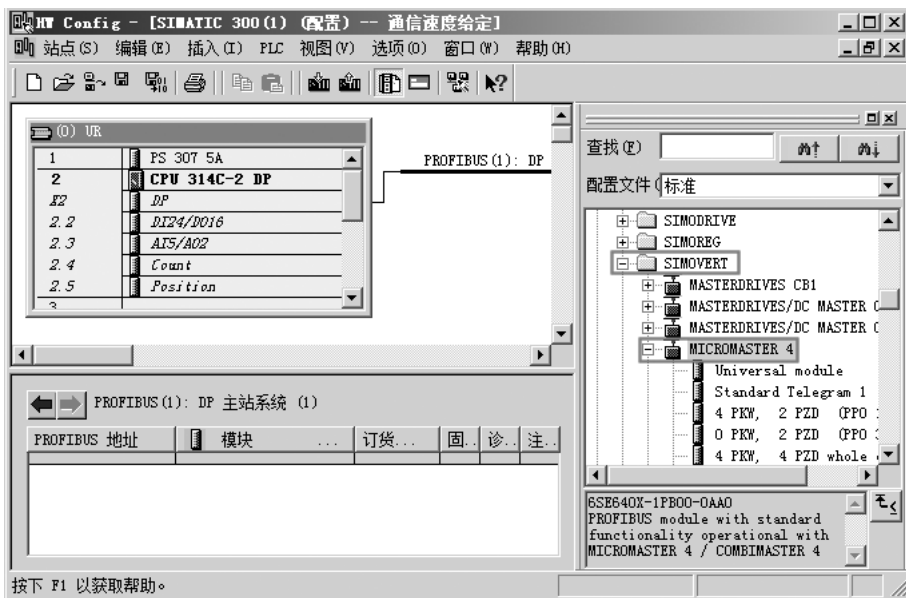

图 11-19 选中“MICROMASTER 4”
2) 选中“MICROMASTER 4”。如图 11-19 所示，先展开“SIMOVERT”，再选中“MICROMASTER 4”，并双击之，弹出如图 11-20 所示的界面。